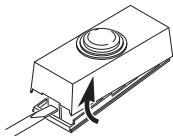

Figure 1
1. **Retirez la languette orange de la pile du bouton-poussoir.** Ôtez la partie arrière du boîtier en enfonçant la patte du bas au moyen d'un petit tournevis (voir la Figure 1). Retirez la languette orange.
- **Au moyen de vis :** Pour faire l'installation avec les vis, enlevez le dos du boîtier en poussant sur les agrafes de la base avec un tournevis (voir la Figure 1). *Remarque :* Enlevez les débris des trous de vis (au besoin) avant d'installer les vis. Fixez le dos du boîtier au chambranle ou au mur (voir la Figure 8). Enclenchez la partie avant de l'unité de bouton-poussoir en place.